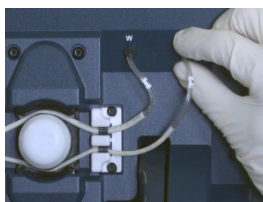

Figure 5.11 Débrancher les tubes W et R
9. Déconnectez les tuyaux de rejets (W) et de référence (R) (Figure 5.11).